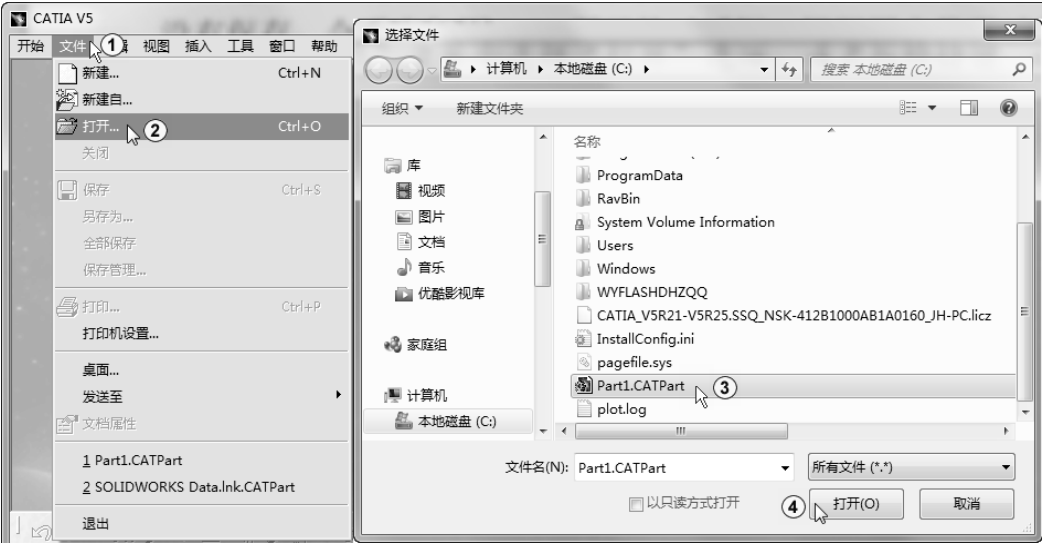

图 1-26 打开文件
选择菜单“文件”→“打开”命令，或者按快捷键〈Ctrl+O〉，如图 1-26 中①②所示。在工作区会弹出“选择文件”对话框。双击想要打开的文件或选中要打开的文件，再单击“打开”按钮，如图 1-26 中③④所示。可打开一个已经存在的文件，并可以对此文件进行编辑。